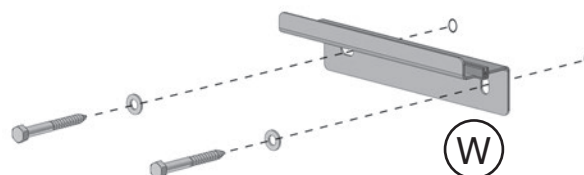

Fig. 4.4: Fixer l'équerre murale sur le mur
7. Sortir l'équerre murale (W) de la partie arrière de la coquille d'isolation (U) et le fixer sur le mur à l'aide de deux vis M 8 x 70 et rondelles (jointes) (Fig. 4.4).